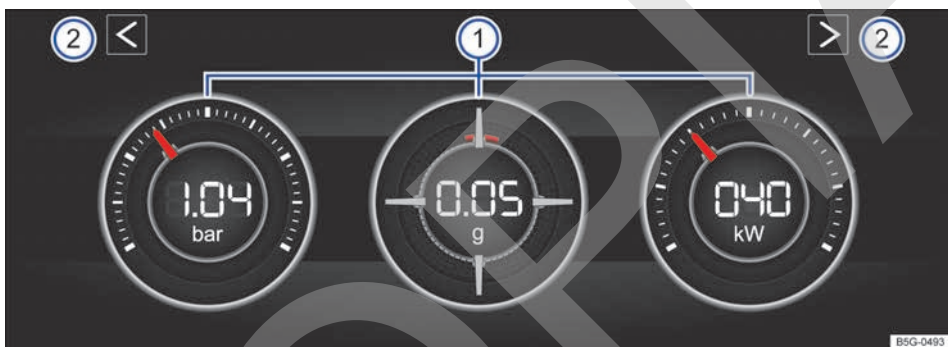
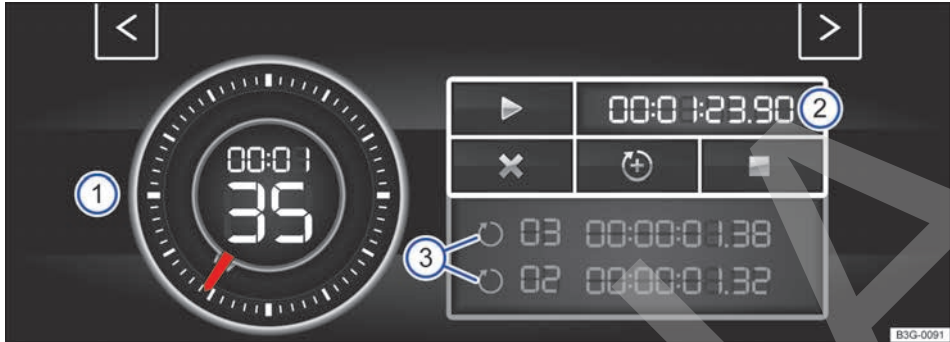
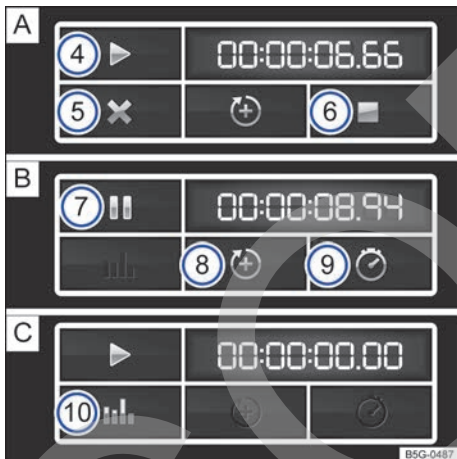

Fig. 24 En la pantalla del sistema de infotainment: monitor de potencia.
Fig. 25 En la pantalla del sistema de infotainment: cronómetro, botones de función y tiempos de las vueltas.
Fig. 26 Botones de función en la pantalla del sistema de infotainment: cronometraje en caso de una vuelta **A** detenida, **B** en curso y **C** finalizada.
Leyenda de la fig. 24:
Si desea cambiar entre el monitor de potencia y el cronómetro → pág. 46, pulse sobre una de las flechas que hay a la izquierda y a la derecha por encima de los instrumentos → fig. 24 ②.
La pantalla puede mostrar simultáneamente tres instrumentos, como máximo. Todos los instrumentos se pueden seleccionar indistintamente para cualquier área de visualización → fig. 24 ① (izquierda, central y derecha).
- **Indicador de la presión de sobrealimentación:** este indicador → fig. 24 ① (a la izquierda) muestra la presión en el tramo comprendido entre el turbocompresor y el motor (en la unidad "bar"). Cuanto más a la derecha se encuentre la aguja en la escala, mayor será la potencia que entrega el motor.
- **Medidor de la aceleración (acelerómetro):** el medidor de la aceleración (acelerómetro) → fig. 24 ① (en el centro) muestra en la zona central el valor de la aceleración (en la unidad "g"). La marca roja de la zona con forma reticular muestra la fuerza de la aceleración y la dirección de la fuerza que actúa (en dirección opuesta según las leyes físicas). Si, p. ej., se gira hacia la izquierda, la marca roja se mueve en la zona derecha del instrumento (y viceversa). Cuando se acelera, la marca roja se mueve hacia abajo. Cuando se frena, la marca roja se mueve hacia arriba. La fuerza de la aceleración se representa mediante la posición de la marca roja de dentro hacia fuera. Cuando aumenta la aceleración, la marca roja se aleja de la zona central.
- **Indicador de potencia:** el indicador de potencia → fig. 24 ① (a la derecha) muestra la potencia del motor solicitada en formato digital y en la escala circundante (en kW).
Legenda de la fig. 25 y fig. 26:
- En el monitor de potencia, pulse una de las flechas → fig. 24 ② para cambiar al cronómetro.
Con las flechas → fig. 24 ② o → fig. 25 puede cambiar en todo momento entre el cronómetro y el monitor de potencia. ▶
Iniciar o continuar el cronometraje	<p>Pulse el botón de función ► → fig. 26 [A] ④ para comenzar o continuar.</p> <p>Si el encendido está desconectado no es posible el cronometraje. Aparece un mensaje en la pantalla.</p> <p>Pulse Iniciar para comenzar con el cronometraje. El cronometraje comienza automáticamente en cuanto el vehículo avanza.</p> <p>Se puede comenzar con una primera vuelta nueva si anteriormente se han puesto los datos de la estadística a cero.</p>
Finalizar el cronometraje	Pulse el botón de función de finalizar ■ → fig. 26 [A] ⑥.
Detener el cronometraje	Pulse el botón de función de pausa II → fig. 26 [B] ⑦.
Iniciar una nueva vuelta	<p>Pulse el botón de función → fig. 26 [B] ⑧ para añadir una nueva vuelta.</p> <p>Se guarda el tiempo de la última vuelta y se comienza una nueva vuelta. El tiempo total de las vueltas se muestra en la estadística.</p>
Interrumpir la vuelta actual	<p>Pulse el botón de función → fig. 26 [A] ⑤ para interrumpir la vuelta.</p> <p>En el caso de un cronometraje en curso, pulse el botón de función de pausa II [B] ⑦. El cronometraje se interrumpe y el tiempo de la vuelta se borra. En la estadística se muestra --:--:--:--.</p>
Mostrar tiempo parcial	<p>Pulse el botón de función ⌚ → fig. 26 [B] ⑨ para visualizar el tiempo parcial.</p> <p>El cronómetro → fig. 25 ① se detiene durante algunos segundos y se muestra el tiempo parcial.</p>
Mostrar la estadística	<p>Una vez finalizado o interrumpido el cronometraje, pulse el botón de función → fig. 26 [C] ⑩ para ver la estadística.</p> <p>La estadística muestra el número de vueltas, el tiempo total, la vuelta más rápida y la más lenta, el promedio de todos los tiempos y los valores de todas las vueltas.</p> <p>Pulsando el botón de función ⏪ se vuelve al menú anterior.</p>
Poner a cero los datos de la estadística	Pulse el botón de función → fig. 26 [C] ⑩ para visualizar la estadística. Borre los datos pulsando el botón de función Poner a cero .